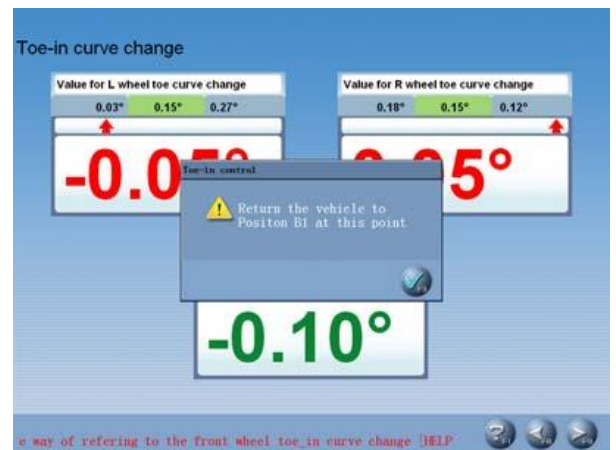

Рис.4.25
5. Опустите автомобиль в положение В1. Отрегулируйте переднее схождение в соответствии со стандартными характеристиками. См. рис.4.25: